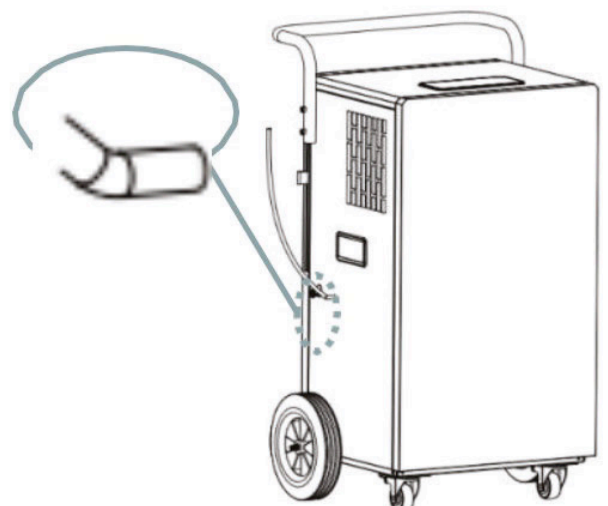

Fig. 2
3. Steek de afvoerslang met een binnendiameter van 5 mm in de afvoer van de waterpomp (toegang is mogelijk onder elke hoek). Zoals getoond in Fig.2.